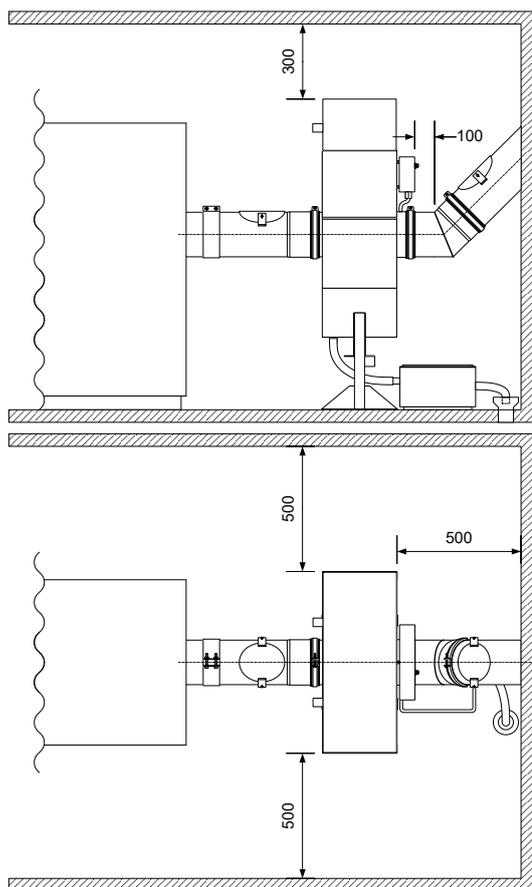
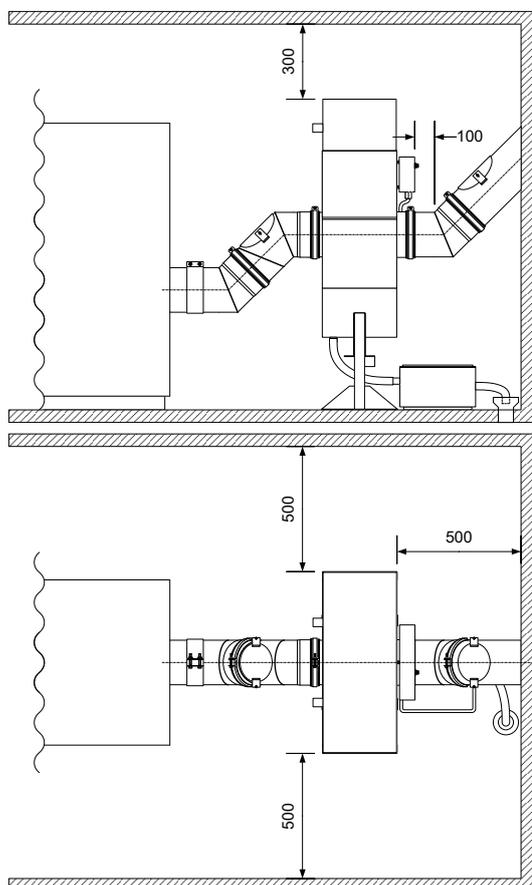

Figura 5: MX con set di collegamento di gas combusto diretto
Figura 6: MX con set di collegamento di gas combusto dislocato
Nella maggior parte dei casi, il MX è consegnato con un set di collegamento di gas combusto (Figura 5 und Figura 6).
**Con raccordo di gas combusto basso della caldaia di riscaldamento, si può sollevare il livello dell'uscita di condensa del MX con un set di collegamento scaglionato di gas combusto (Figura 6).**